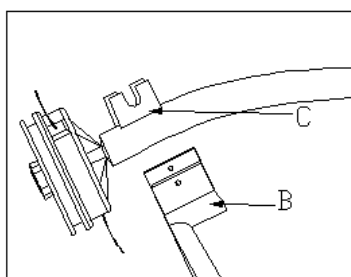
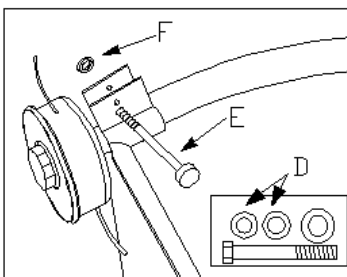

Fig.2A
Fig.2B
Plaats het deksel (B) op het lipje (C), plaats de ringen (D) op de bout, steek de bout (E) en de moer (F) erin en draai tenslotte stevig vast (zie Fig 2A en Fig 2B).